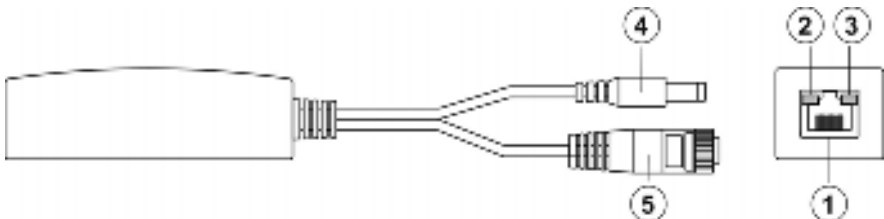

Рисунок 1 — общий вид изделия
- Проверьте исправность устройств и правильность подключения, убедитесь в надежности соединений (см. рисунок 1,2) и подайте электропитание.